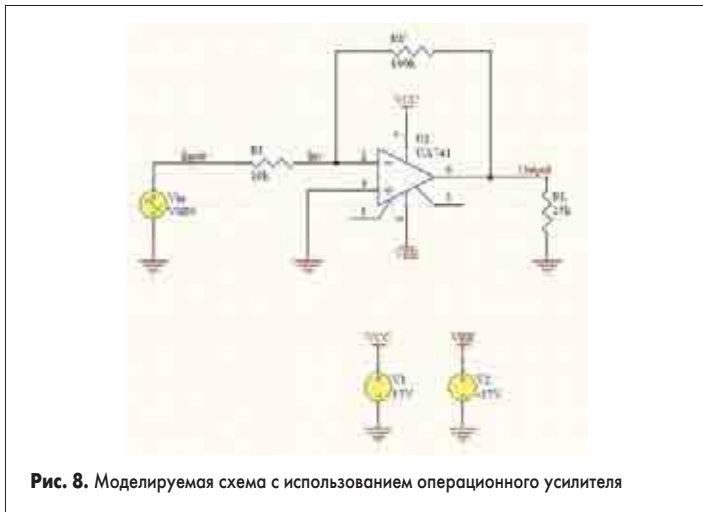

Рис. 8. Моделируемая схема с использованием операционного усилителя
- Последовательным нажатием горячих клавиш V, F изменим масштаб для оптимального просмотра всей схемы (рис. 8).